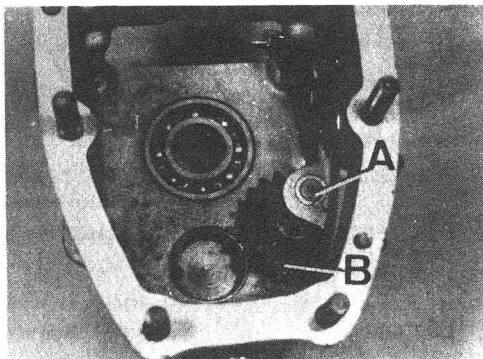

Fig. C1-107 Desmontaje engranaje M.A.
- 1.2. Extraer el eje, A (Fig. C1-107) del engranaje de marcha atrás, B, hacia la parte posterior del cárter, empleando una prensa o botador de material blando, y desmontar el engranaje y la arandela de empuje y distanciador.